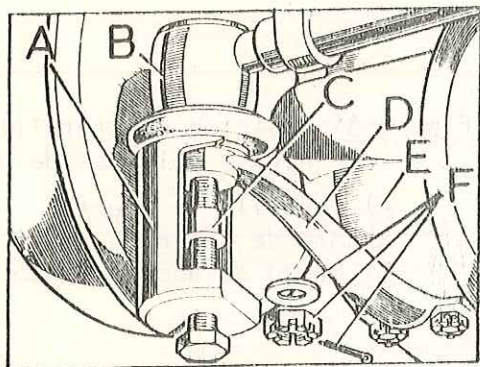

Fig. F-28 Acoplamiento de la biela de dirección y barra
1.2. Soltar la biela y barra de acoplamiento que corresponda (Fig. F-28), haciendo uso de la herramienta especial (600590) para desmontar las rótulas, B.